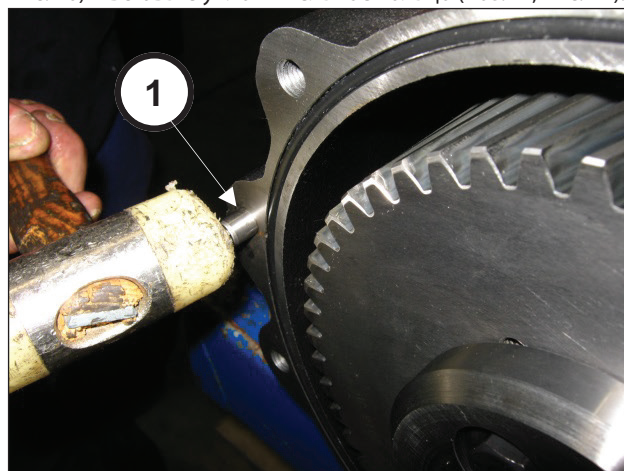
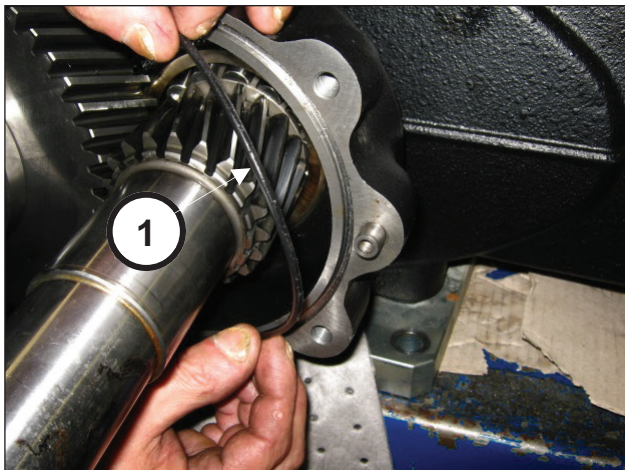

Рис. 70
Рис. 71
Установите 2 штифта  $\varnothing 10 \times 24$  на коробку редуктора (поз. ①, Рис. 70) и вставьте уплотнительное кольцо (поз. ①, Рис. 71).